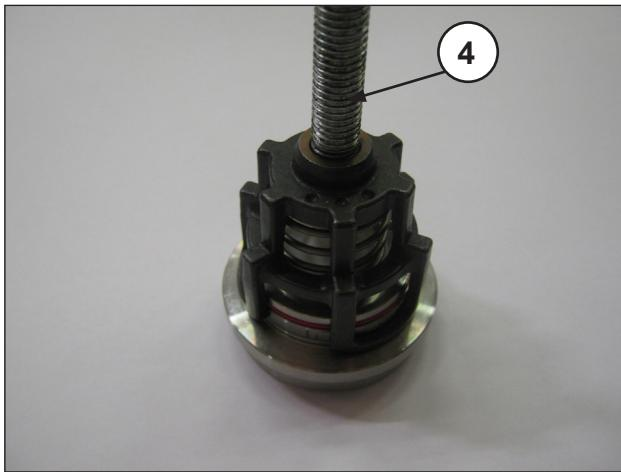

图17
- 拆除吸油和输油阀组，拧紧一个螺丝M10，长度足以在阀板上操作，并从阀座抽出阀导承（部件号④，图17）。